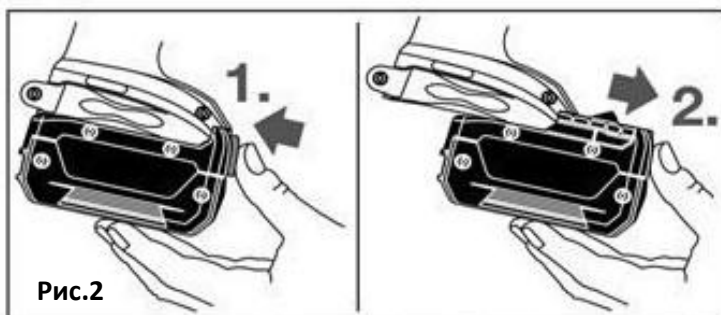

Рис.2
Для того, чтобы извлечь аккумулятор, нажмите кнопку извлечения аккумулятора (1) и потяните аккумуляторный блок из электроинструмента (2) (Рис.2).